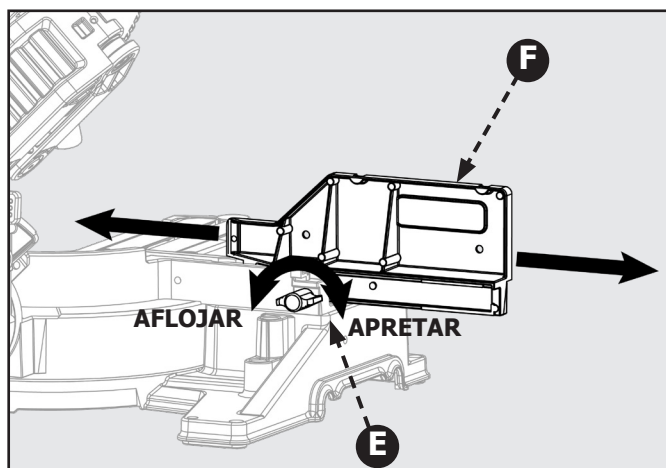

Figura 34
Esta sierra está equipada con una guía tope de extensión ajustable. Para extender o retraer la guía tope, consulte la Figura 34 y siga estas instrucciones: Afloje la perilla de bloqueo (E) girando hacia la izquierda y deslice la guía tope (F) hacia la posición deseada. Asegúrese de volver a apretar la perilla de bloqueo (E) girando hacia la derecha.